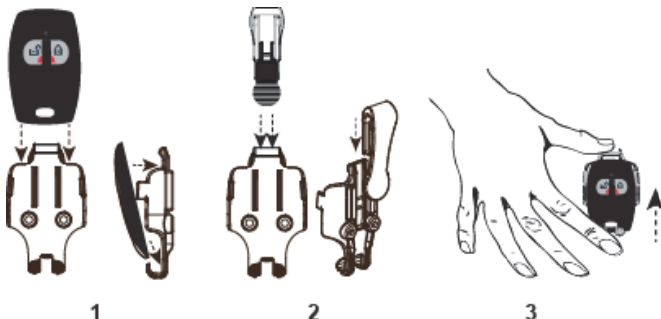

Abbildung 2: Befestigen des FA30-PA10/ T2 am Gürtelclip
3. Zum Entfernen des FA30-PA10 / T2 von der Halterung oben auf die Halterung drücken und den Notrufsender wie auf Abb. 2 dargestellt mit den Fingern nach oben schieben.